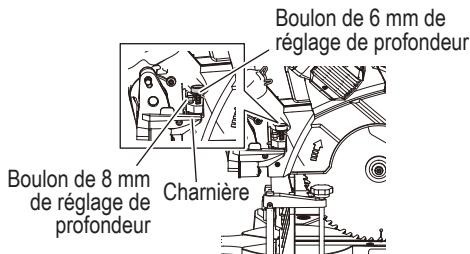

Fig. 18-a
(1) Tourner le boulon de réglage de profondeur de 8 mm, changer la hauteur de la tête du boulon et des contacts de la charnière, et régler la position limite inférieure de la lame de scie. (Fig. 18-a)